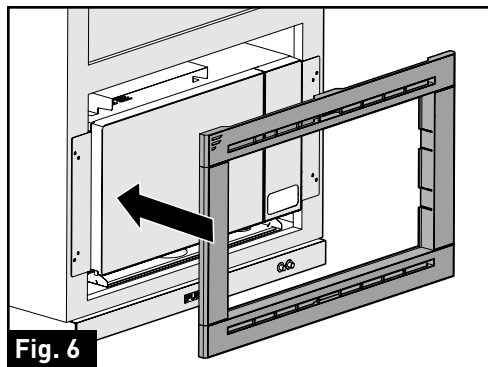
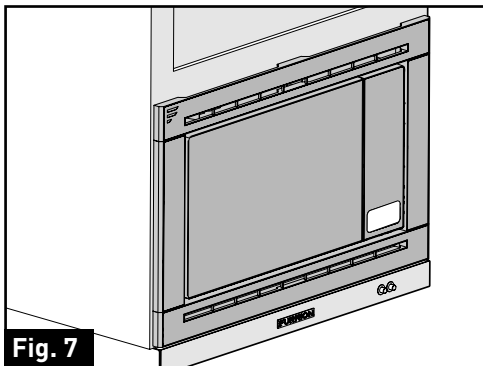

Fig. 6
Fig. 7
6. Installez la trousse de garniture montée sur le four à micro-ondes et pressez pour la verrouiller en place. (Fig. 6 et Fig. 7)